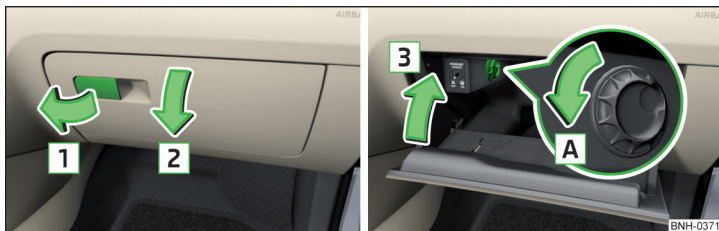

Abb. 72 Ablagefach öffnen / Ablagefach schließen und Luftzufuhr öffnen
- > Den Griff in Pfeilrichtung **1** » Abb. 72 ziehen.
» Abb. 72.
- > Durch das Drehen des Drehschalters in Pfeilrichtung **A** bis zum Anschlag wird die Luftzufuhr **geöffnet** » Abb. 72.